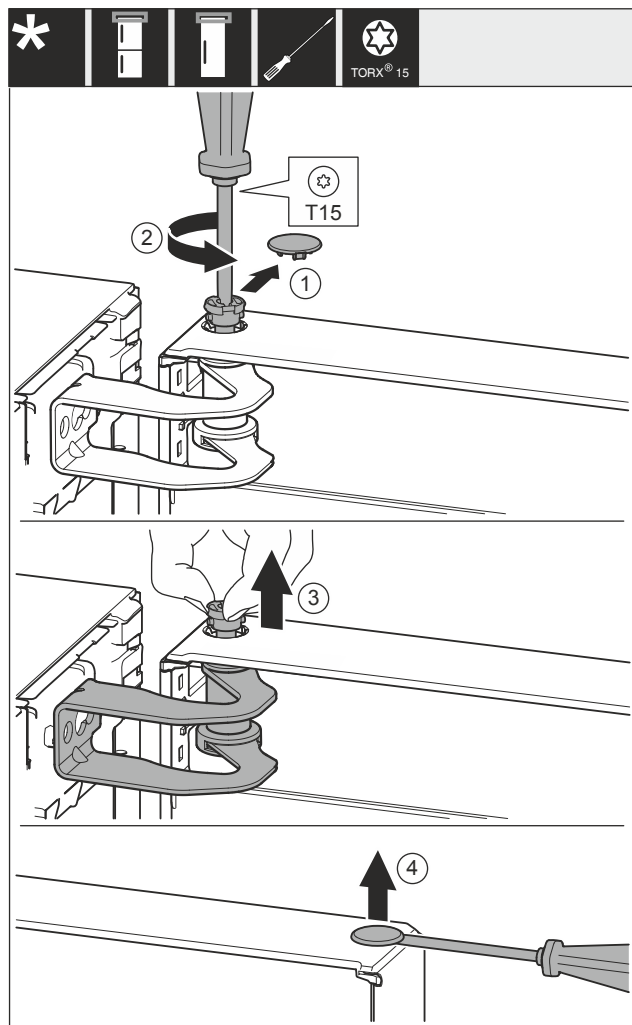

Fig. 8
- ▶ Opatrně sejměte kryt Fig. 8 (1).
- ▶ Šroubovákem o kousek vyšroubujte čep Fig. 8 (2).
- ▶ Čep Fig. 8 (3) vytáhněte prsty.
- ▶ Kryt Fig. 8 (4) opatrně nadzvedněte šroubovákem a odstraňte.